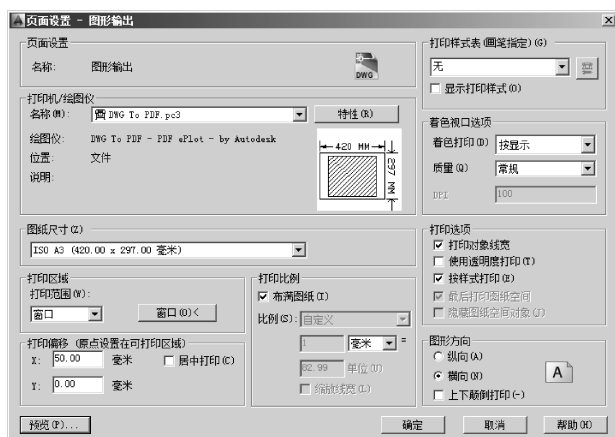

图 7-21 页面设置
3) 在“打印机/绘图仪”选项组的“名称”下拉列表中选择“DWG To PDF”选项，并在“页面设置”对话框中进行相应的设置，如图 7-21 所示。